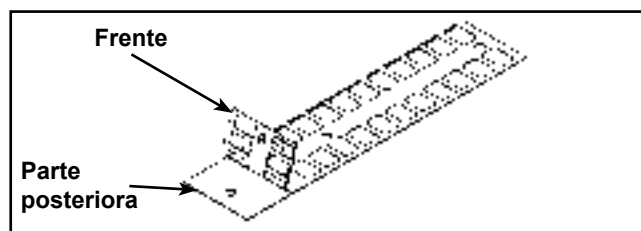

Figura 17
- A. Lentamente y cuidadosamente cáscara del lado trasero de etiqueta. Ver Figura 17. **NOTA:** Al pelar de la cubierta trasera, cerciorarse de que las etiquetas sigan unidas a la etiqueta engomada delantera.